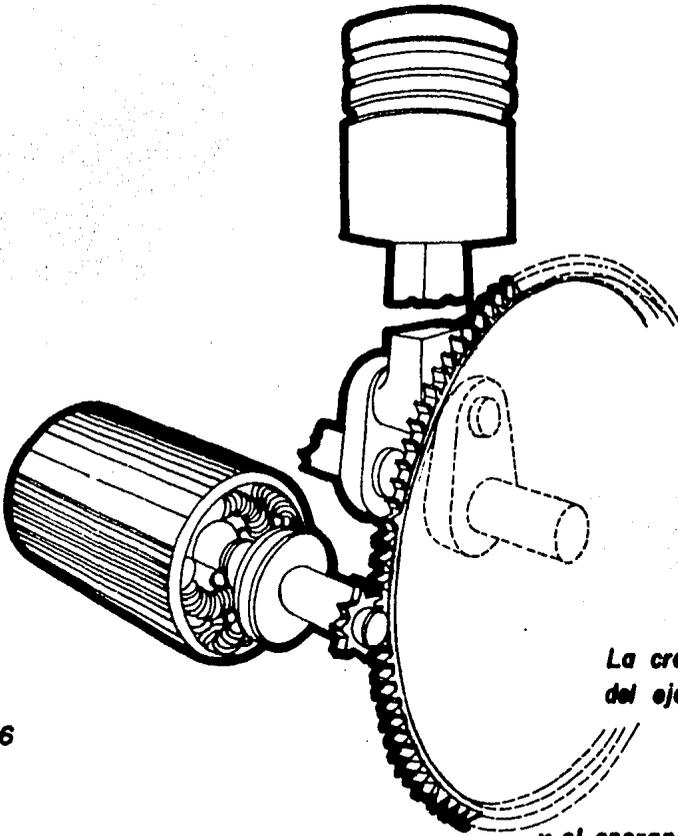

FIG. 6
- b) Vencer la compresión en los cilindros, la resistencia debida a la fricción y la inercia de los órganos metálicos del motor. Veámos gráficamente como trabaja el sistema de arranque. (FIG.6)